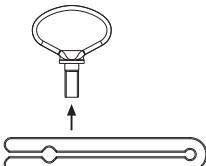

Fig. 8
- Desmontar o dispositivo de extração, ver Fig. 8.